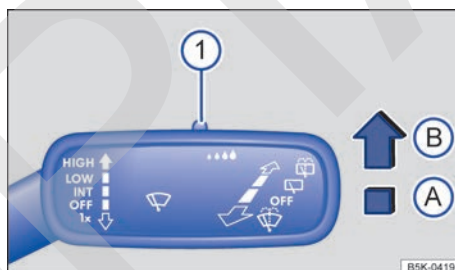

Fig. 113 En el lado derecho de la columna de dirección: palanca del limpiacristales.
Presione la palanca hasta la posición deseada → **fig. 113**:
La sensibilidad del sensor de lluvia y de luz puede ajustarse manualmente con el mando → fig. 113 ① situado en la palanca del limpiacristales → ▲.